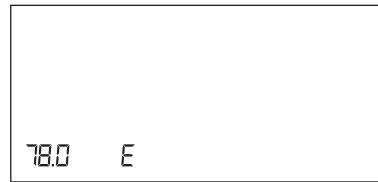

Рис. 2
2. Потім попередньо встановлений діаметр колеса у вікні SPEED та „E” або „A” у вікні TIME протягом 1 секунди (Рис.2).